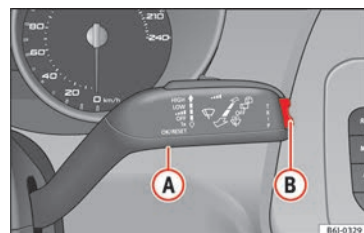

Fig. 74 Leva del tergicristallo: tasto **(A)** e tasto doppio **(B)**.
- Con il quadro acceso, premere (senza poi tenerlo premuto) il tasto **» fig. 74 A** ubicato sulla leva del tergicristallo: in questo modo si passa da una memoria all'altra.
tasto doppio **» fig. 74 B** che si trova sulla leva del tergicristalli:
Quando si sta guidando alla velocità desiderata, entrare nel menu Modo "Avviso Velocità" e premere il tasto » **fig. 74 A** (RESET). Viene memorizzata la velocità indicata. Se la velocità indicata viene oltrepassata, si visualizza un messaggio di testo sul display e suona un segnale acustico.¹⁾
Si può disattivare premendo il tasto (RESET). La velocità può essere variata con il tasto doppio » **fig. 74 B** in intervalli di 5 km/h, entro i 5 secondi successivi alla memorizzazione iniziale.